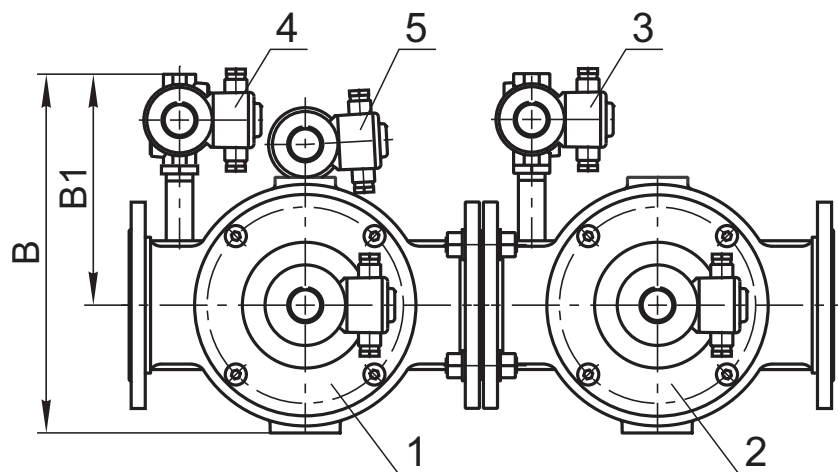

Рис. 22-32
Клапаны свечи безопасности и запальной горелки могут располагаться справа по ходу газа (рис. 22-31) или слева (рис. 22-32).
* Габаритный размер «В» (ширина) приведен для правого исполнения блоков (рис. 22-31). Для левого исполнения блоков (рис. 22-32) данный размер необходимо уменьшить на 75 мм.